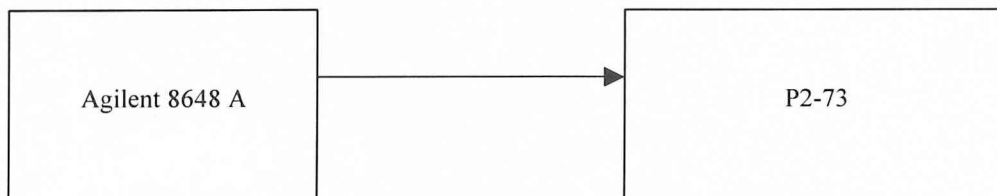

Рис.8
1. Собрать схему в соответствии с рис.8